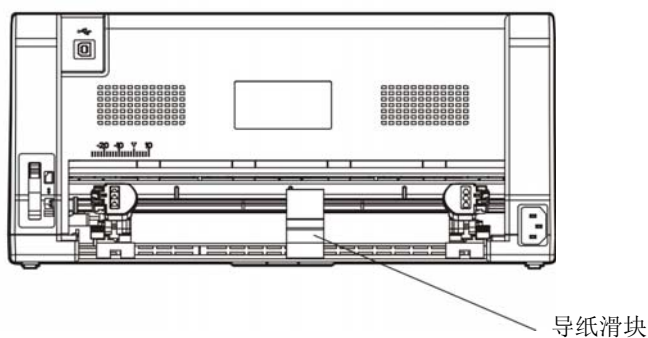

图 3-10 调整导纸滑块位置
5. 移动拖纸器上的导纸滑块至左、右拖纸器的中间位置（如图 3-10 所示）。